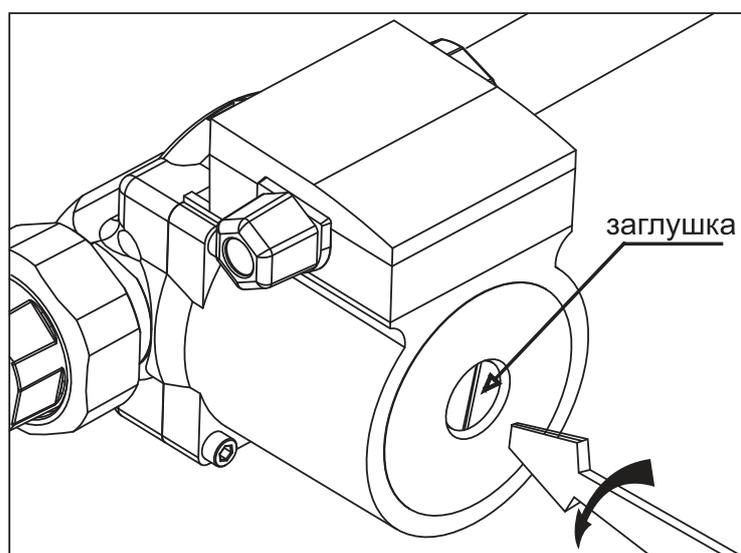

Рис.9 Удаление воздуха из насоса
- Выкрутить винт и ослабить заглушку для удаления воздуха, защитив электрические части от попадания жидкости или пара **Рис.9**;